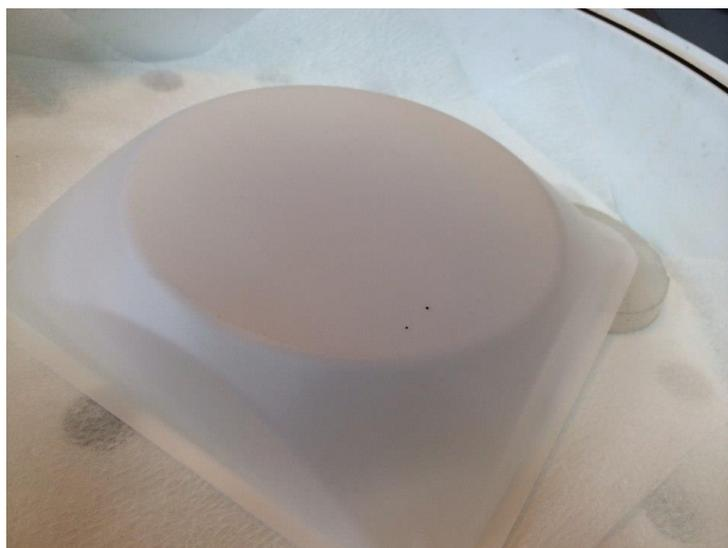

Figure 3. Dish를 사용하여 silane을 뿌린 슬라이드 글라스와 샘플을 덮은 모습
3. Silane 코팅하고자 하는 샘플을 슬라이드 글라스 바로 옆에 놓고 Dish를 이용하여 Fig. 3와 같이 샘플과 슬라이드 글라스를 함께 덮어준다.